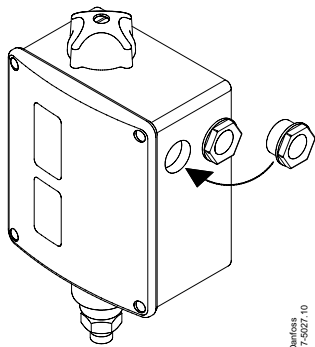

Fig. 6
A set of Pg13.5 cable gland is attached to the RT in a separate bag. To ensure IP66 (units with automatic reset) or IP54 (units with external reset) grade of RT enclosure it is necessary to assemble this gland as shown in the fig. 6. If this gland is not used with a cable, a metal blinding should be also assembled.
Et sæt Pg13,5 kabelforskrining er vedlagt produktet i en separat pose. For at sikre kapslingsgrad IP66 (enheder med automatisk reset) eller IP54 (enheder med ekstern RESET) er det nødvendigt at montere denne kabelforskrining som vist i fig. 6. Hvis denne kabelforskrining ikke bruges sammen med et kabel, bør der monteres en blindprop (metal skive). Benyt monteringshullerne 25. Termostaten monteres på væggen i det rum, hvor temperaturen skal reguleres. Benyt monteringshullerne (25). Den anbringes, så dens føler er i god kontakt med den cirkulerende rumluft. Dog må føleren ikke blive direkte påvirket af f.eks. luftstrømmen fra en ven-tilator. Placering i nærheden af en dør skal undgås, da åbning og lukning af denne medfører falske temperatursvingninger omkring føleren.